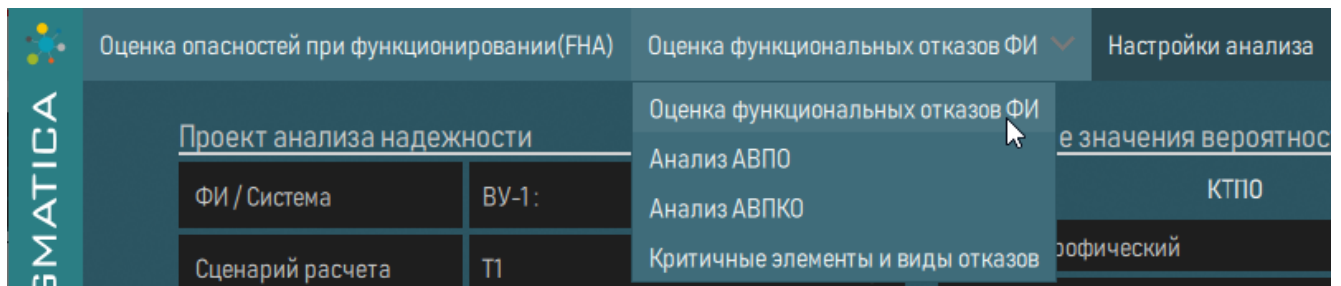

Рисунок 243 – Кнопка «Оценка функциональных отказов ФИ»
Для открытия рабочего листа «Оценка функциональных отказов ФИ» необходимо перейти на вторую вкладку и выбрать «Оценка функциональных отказов ФИ» в окне «Расчет показателей АВПКО» (рисунок 243).
1) Для открытия рабочего листа «Оценка функциональных отказов ФИ» необходимо перейти на вторую вкладку и выбрать «Оценка функциональных отказов ФИ» в окне «Расчет показателей АВПКО» (см. рисунок 243).